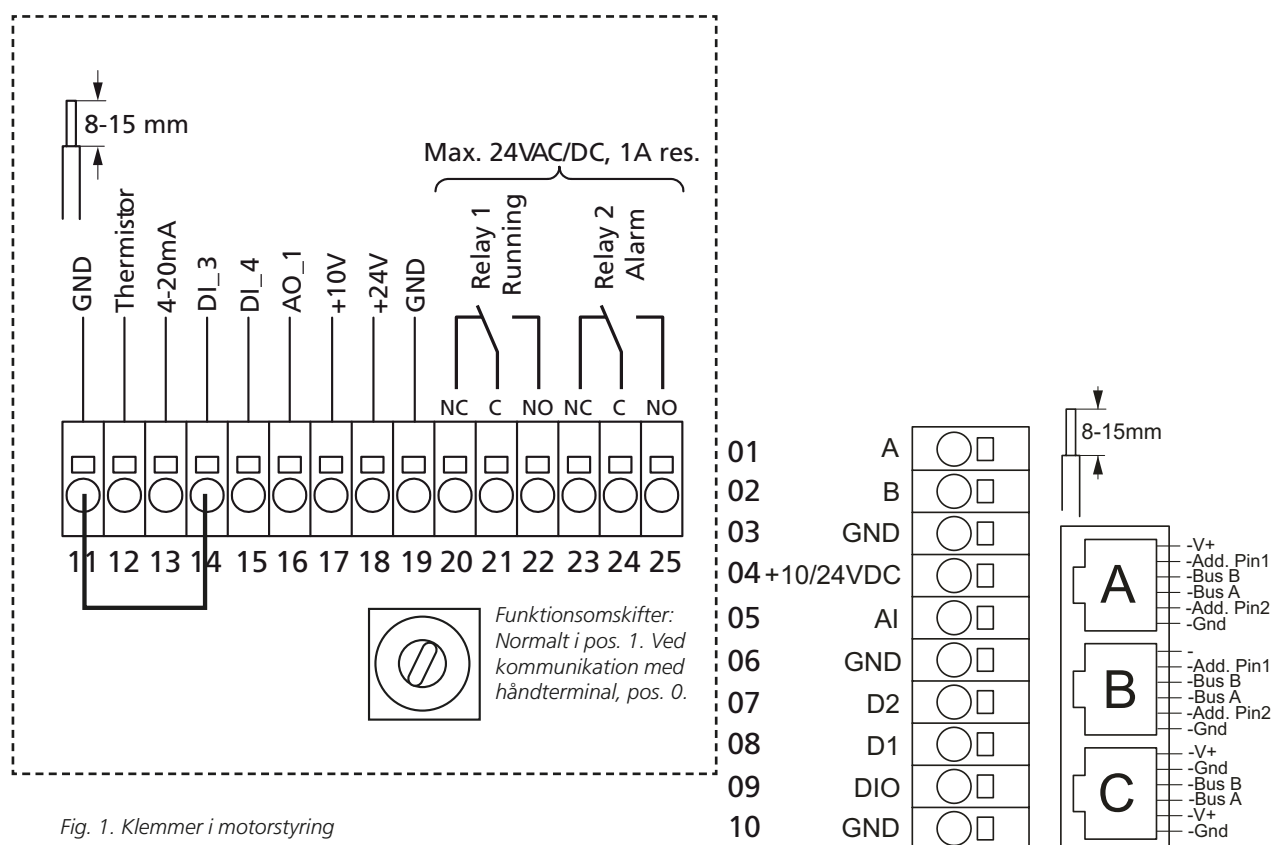

Fig. 1. Klemmer i motorstyring
Motorstyringen er udstyret med en digital indgang til nulstilling af alarm. Alarmludgangen nulstilles ved at kortslutte klemme 06 (GND) og 07 (Din2) (se fig. 1). Alarmludgangen kan også nulstilles ved at slukke for spændingen til motorstyringen i mere end 60 sekunder.
- Tilslut styresignalet 0-10 V DC fra en ekstern regulator på klemme 05 (0-10 V in) og 03 (GND) (se fig. 1).
- Styrepotentiometeret tilsluttes på klemme 04 (+10 VDC), 05 (0-10 V in) og 03 (GND) (se fig. 1).
- Start- og stopsignalet tilsluttes på klemme 10 (GND) og 08 (Din1) (se fig. 1). Der skal være en potentialfri digital kontakt.
- Brandtilstandssignalet tilsluttes motorstyringen på klemme 11 (GND) og 14 (Dig. in3) (se fig. 1). Der skal være en potentialfri digital kontakt.
- Alarm Reset-signalet tilsluttes motorstyringen på klemme 06 (GND) og 07 (Din2) (se fig. 1). Der skal være en potentialfri digital kontakt.
- Driftsindikering tilsluttes klemme 16 (0-10 V out) og 19 (GND) (se fig. 1).
- Driftssignal er mærket med "R1", og tilsluttes klemme 20 (NC), 21 (C) og 22 (NO) (se fig. 1).
- Alarmsignalet er mærket med "R2", og tilsluttes på klemme 23 (NC), 24 (C) og 25 (NO) (se fig. 1).